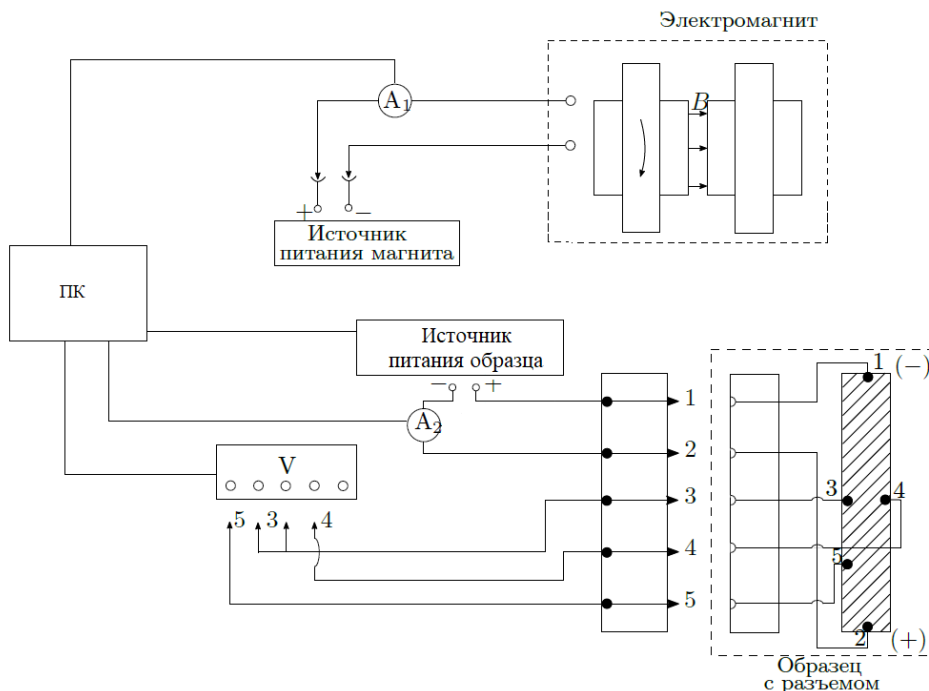

Рис. 3: Схема установки для исследования эффекта Холла в полупроводниках
Электрическая схема установки для измерения ЭДС Холла представлена на рис. 3. В зазоре электромагнита (рис. 3) создаётся постоянное магнитное поле, величину которого можно менять с помощью регулятора источника питания электромагнита. Ток питания электромагнита измеряется внешним амперметром A1.
Прямоугольный образец из легированного германия, смонтированный в специальном держателе (рис. 3), подключается к источнику питания образца. Вдоль длинной стороны образца течёт ток, величина которого регулируется на источнике питания образца и измеряется миллиамперметром A2.
2. Соберите установку согласно схеме на рис. 3, подключите к вольтметру контакты 3 и 4. Убедитесь, что источник питания электромагнита выключен, включите амперметры и вольтметр.
Направление тока в образце показано знаками «+» и «-» на рис. 3. Направление тока в обмотках электромагнита при установке разъёма K_1 в положение 1 показано стрелкой на торце магнита.